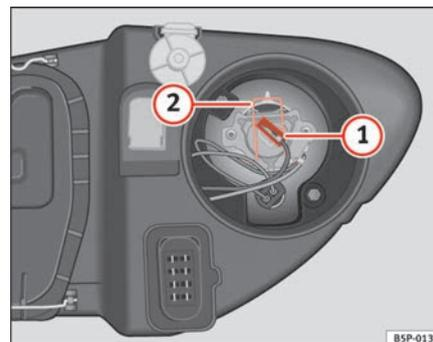

Fig. 187 Máximos
- Retirar o conector ⇒ fig. 187 ① da lâmpada.
- Prima a mola de fixação ⇒ fig. 187 ② pressionando-a para dentro e para a direita.